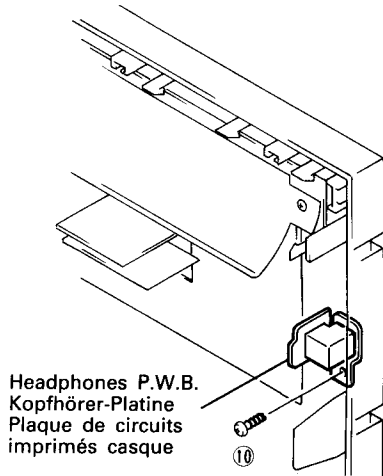

Fig. 6 Abb. 6
6. **Kopfhörer-Platine (Abb. 6)**
**6. Plaque de circuits imprimés casque (Fig. 6)**